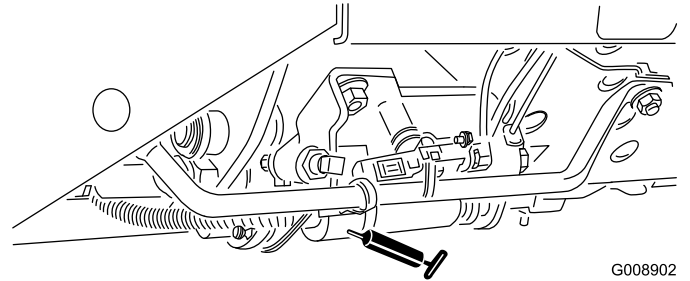

Figure 45
- Sélectionneur de tonte/transport (Figure 45)